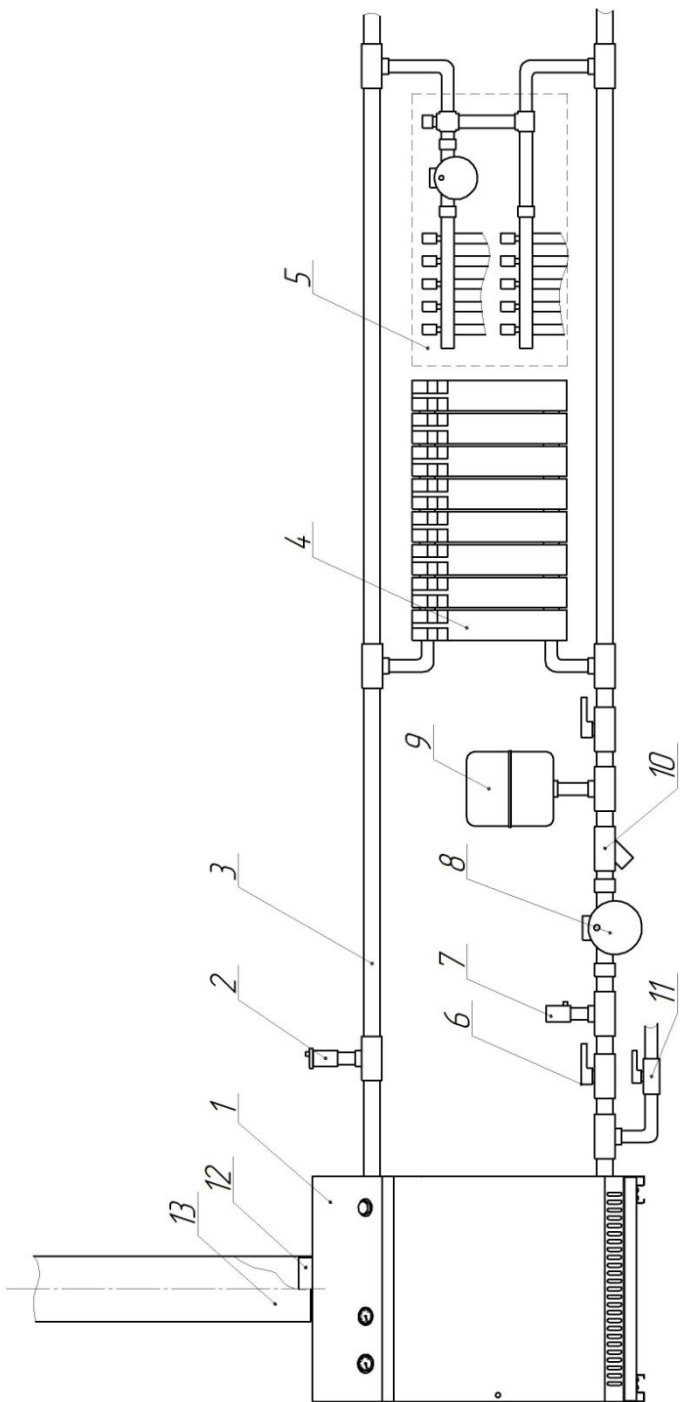

Рис.5 Рекомендуемая схема системы отопления
8.6. Подготовка циркуляционного насоса (поз.8 рис.5) к работе и его техническое обслуживание:
8.7. При работе системы отопления краны (поз.6 рис.5) на трубопроводе должны быть открыты.
- 8.8. В обратный трубопровод отопления присоединяется расширительный бак закрытого типа (поз.9 рис.5). Подбор расширительного бака необходимо вести с учетом объема теплоносителя в котле плюс в отопительной системе, принять бак объемом не менее 10% от этой суммы. Допускается установка бака открытого типа в подающий трубопровод.
- 8.9. Обязательно установить в систему предохранительный клапан (поз.7 рис.5) с величиной срабатывания не более 0,4 МПа, допускается его установка в составе группы безопасности.